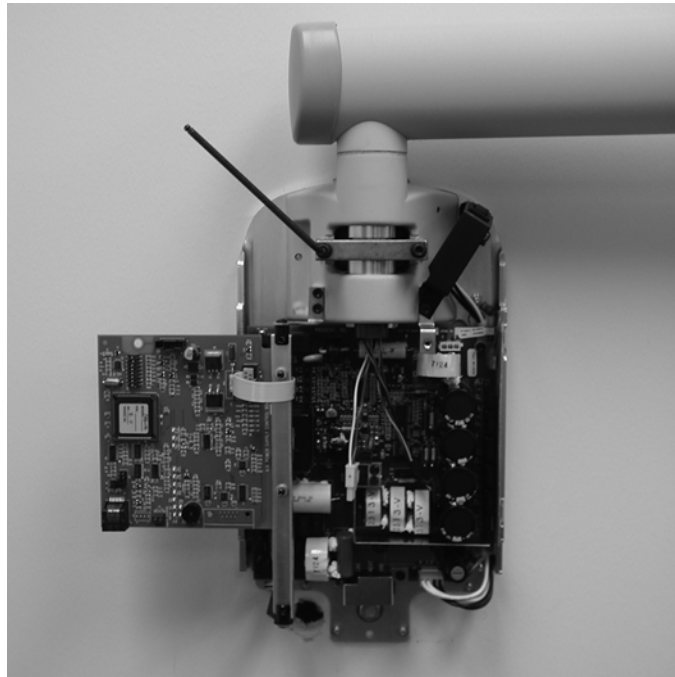

Figure 35
2. À l'aide d'une clé Allen de 4 mm, comme illustré à la *Figure 35*, serrez les vis de manière égale pour appliquer un freinage adéquat au pilier de pivotement de sorte que le bras horizontal commence à bouger après le bras articulé.